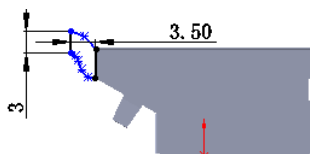

图 6.28 横断面草图
② 定义横断面草图。在草图环境中绘制图 6.28 所示的横断面草图。
③ 选择下拉菜单 **插入(I)** → **退出草图** 命令，退出草图环境，此时系统自动生成薄片 1。